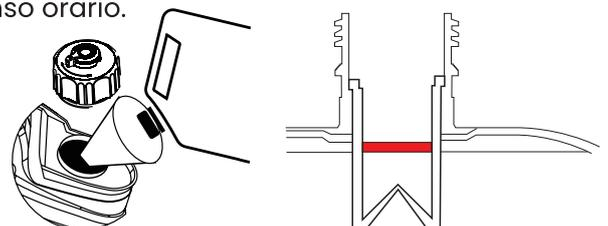

Figura 5: Livello massimo di riempimento della benzina
6. Aggiungere lentamente benzina al serbatoio del carburante, facendo molta attenzione a non riempire eccessivamente il serbatoio. Il livello del carburante NON deve essere al di sopra dell'anello rosso (vedi Figura 5).